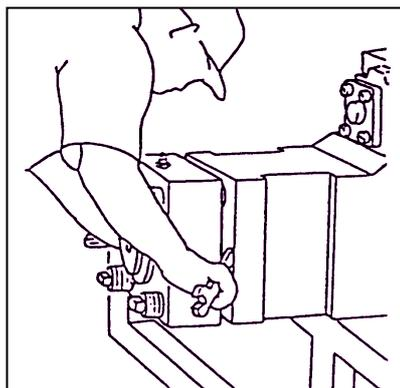
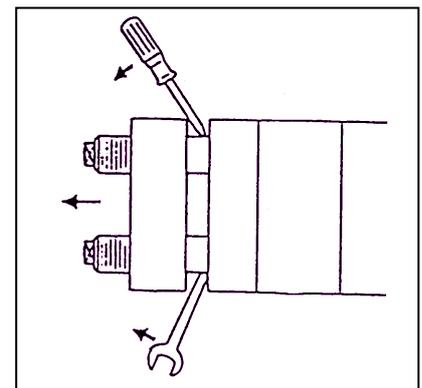

Fig.4
Fig.5
5. Retire a tampa da cabeça como mostra a Fig.4 e Fig.5.